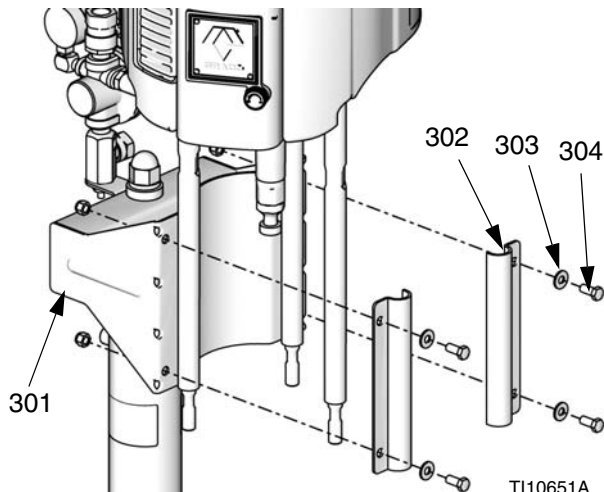

FIG. 27
1. Alignez et introduisez les barres d'accouplement dans le bas de pompe. Consultez la FIG. 27.
3. Placez l'ensemble de pompe contre le support (301) de façon à ce que les colliers (302) couvrent sur les barres d'accouplement.